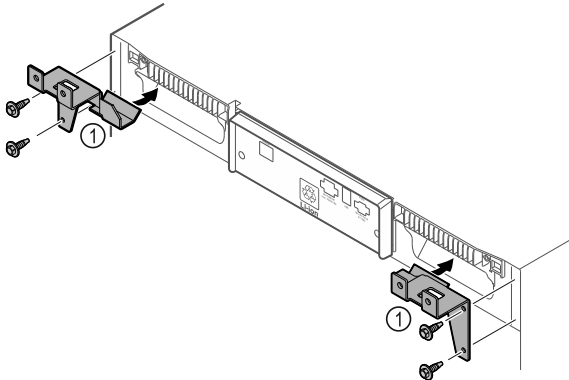

Fig. 52
- ▶ Halteteile Fig. 52 (1) mit selbstschneidenden Schrauben am Gerät montieren.